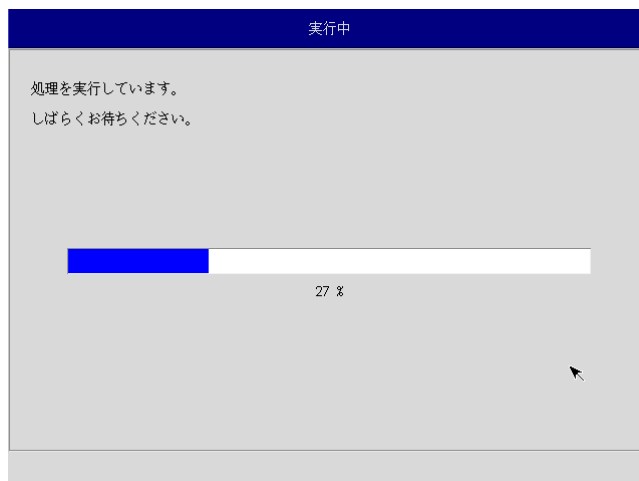

図 5-3-7. 実行中画面
- ⑩ 実行中画面（図 5-3-7）が表示され、処理が開始されます。実行中はリカバリ USB、バックアップ USB を外さないでください。また、電源を落とさないようにしてください。